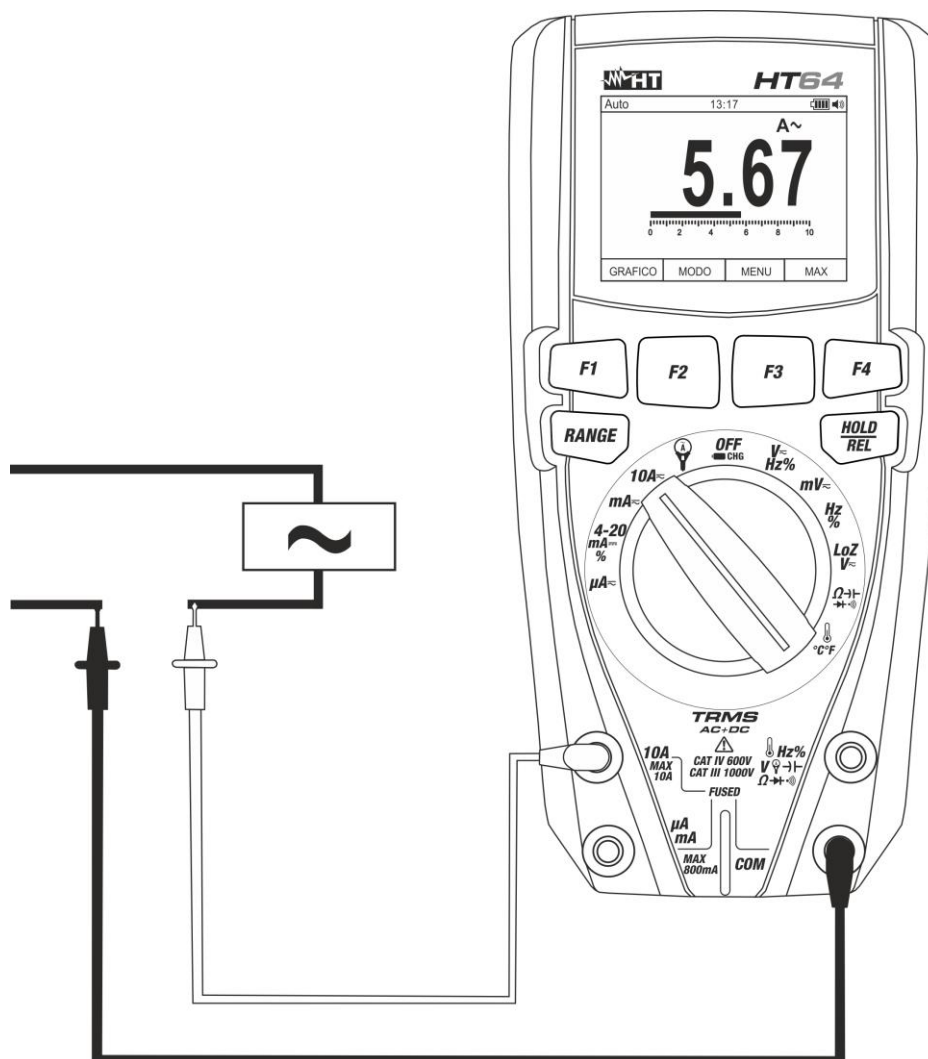

Fig. 31: Uso do instrumento para a Medição de Correntes CA
5. Conectar a ponteira vermelha e a ponteira preta em série com o circuito do qual se pretende medir a corrente (ver Fig. 31).